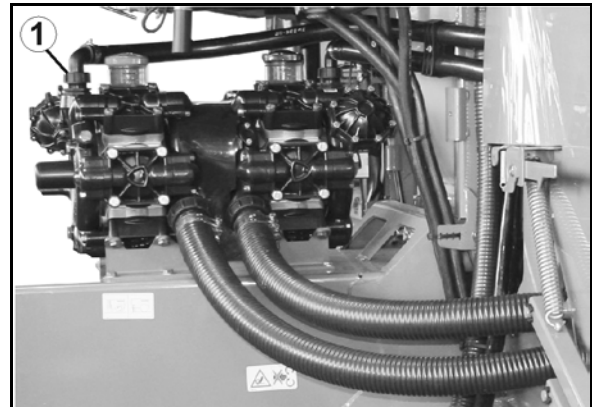

Bild 190
1. Dra ut alla sprutledningar ur delbreddsventilerna (Bild 190/1).